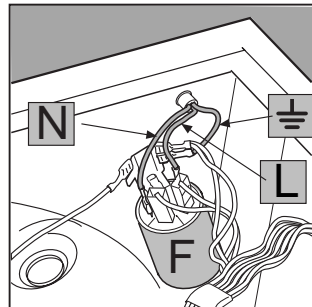

Abb. 4
3. Nehmen Sie die Drähte vom Entstörer F [Abb. 4] ab, achten Sie hierbei auf die korrekten Anschlussstellen (**Blauer Draht = N; Brauner Draht = L**) und lassen Sie den Erdleiter  $\equiv$  bis zum Schluss.